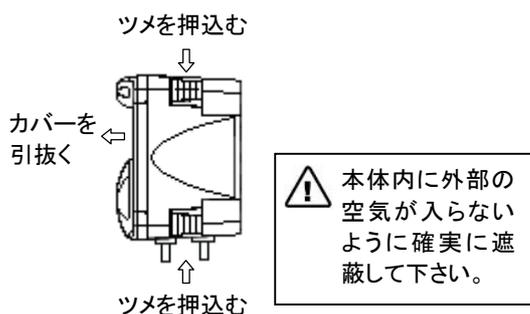

図5. カバー着脱要領図
- 1) 本体の四隅にあるツメを押込みながらカバーを引抜くように外します。(図5参照)